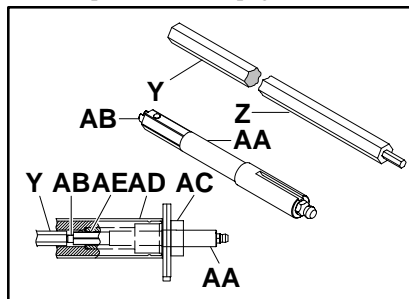

Figure 13
Pour retirer l'arbre d'entraînement extérieur (AA de la figure 13), utiliser la rallonge de la clé six-pans de Dorner (Z); N° de pièces ☆25-08 pour les convoyeurs de 44 mm à 305 mm de largeur, ou numéro de pièce ◇25-08A pour les convoyeurs de plus de 305 mm de largeur.